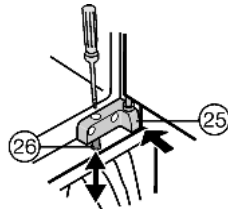

Fig. 13
- ▶ Ajuster l'appareil en hauteur : à l'aide des vis de réglage Fig. 13 (26) dans les supports Fig. 13 (24,25).